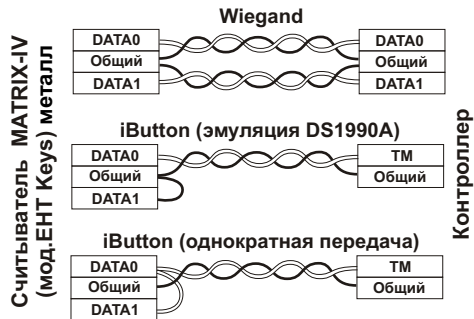

Рис.2 Выбор протокола передачи
- для выбора протокола передачи данных в контроллер соедините провода DATA0 и DATA1 в соответствии с рис.2;
- при подключении по Wiegand первая витая пара подключается между GND и DATA0, а вторая витая пара подключается между GND и DATA1 (рис.2).